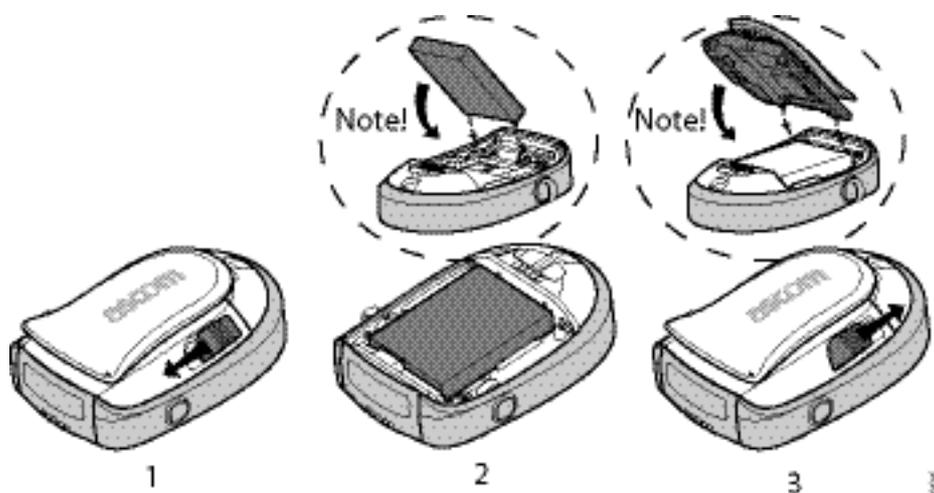

Figure 6. Remplacement de la batterie.
Ouvrez le couvercle de la batterie : Tirez les plaques vers le haut pour ouvrir le couvercle de la batterie, voir (1) dans la figure 6 ci-dessous. Mettez la batterie dans le compartiment à batterie (2). Mettez dessus le couvercle de la batterie et fermez-le en tirant les plaques vers le bas (3).